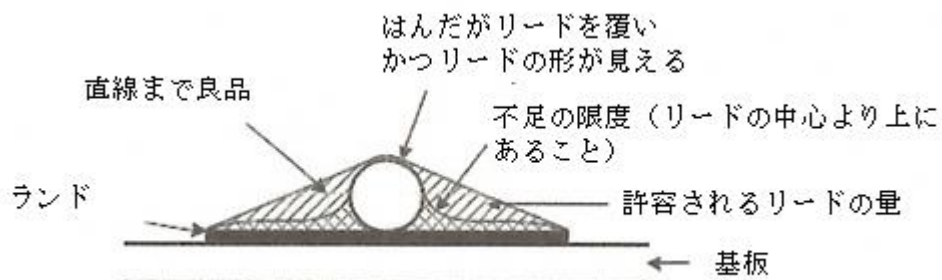

図18 はんだの量の例
(3) はんだ付け作業に関する仕様
①はんだのぬれ性
②はんだの量
- ・はんだの量は、部品リード線の折り曲げ部分、線の切り口等をはんだが覆い、かつ肉厚が薄く線の形がわかるものとし、その例を図18に示す。